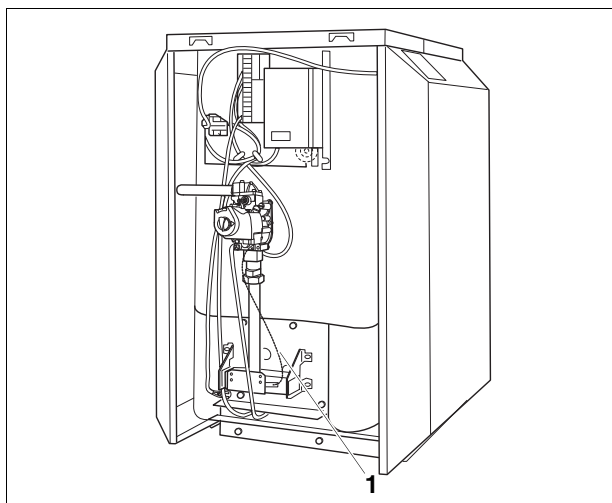
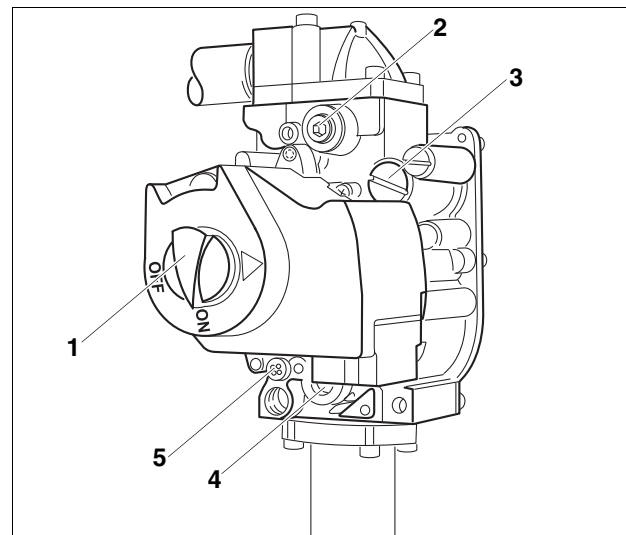

Fig. 29 Chaudière G124X II
Fig. 30 Bloc gaz G124X II
13. Vérifier la pression de l'injecteur. La pression aux injecteurs doit être réglée selon les valeurs indiquées dans le → tabl. 7. Pour régler la pression aux injecteurs, il faut retirer la vis de protection correspondante (→ fig. 30) sur le bloc gaz. Tourner la vis de réglage dans le sens des aiguilles d'une montre pour augmenter la pression aux injecteurs, et dans le sens inverse pour la diminuer. Ce réglage doit être effectué pendant que la chaudière tourne.
14. Noter la valeur réglée dans le protocole de mise en service de la notice de montage et d'entretien puis revisser la vis de protection (→ fig. 30, page 35) sur le bloc gaz.
15. Observer la flamme d'allumage par le regard (→ fig. 29, page 34) du boîtier du brûleur
La vis de réglage est située derrière la vis de protection pour le réglage de la pression aux injecteurs d'allumage (→ fig. 30, page 35).
18. Retirer la vis de protection pour le réglage de pression aux injecteurs d'allumage (→ fig. 30, page 35). Tourner la vis de réglage interne dans le sens des aiguilles d'une montre pour diminuer la flamme d'allumage, ou en sens inverse pour l'agrandir.
19. Après avoir réglé la vis de protection (→ fig. 30, page 35), resserrer à nouveau de manière suffisante.
20. Observer la flamme du brûleur principal par le regard (→ fig. 29, page 34) sur le boîtier du brûleur. La flamme doit être calme, ses contours nets et sa couleur généralement bleutée. Si la flamme du brûleur principal répond aux conditions requises, poursuivre avec l'étape 21. Si la flamme du brûleur principal est faible ou jaune ou s'éteint, tourner le bouton de mise en marche (→ fig. 30, page 35) du bloc gaz dans le sens des aiguilles d'une montre sur « OFF ». Fermer le robinet principal du gaz et couper l'installation de chauffage de l'alimentation électrique, puis contacter le technicien SAV ou le fournisseur de gaz.